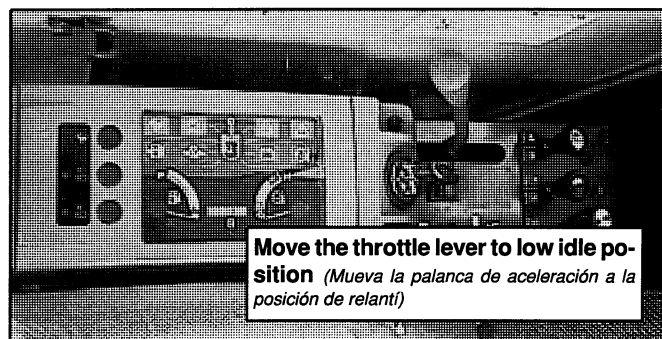

FIG. 7B
- C. Move the throttle control lever to the idle position, see Fig. 7B.
(*Mueva la palanca de aceleración a la posición de relantí, see Fig. 7B*)